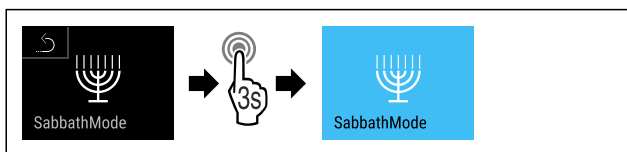

Fig. 15
- ▶ Wykonać czynności (patrz Fig. 15).